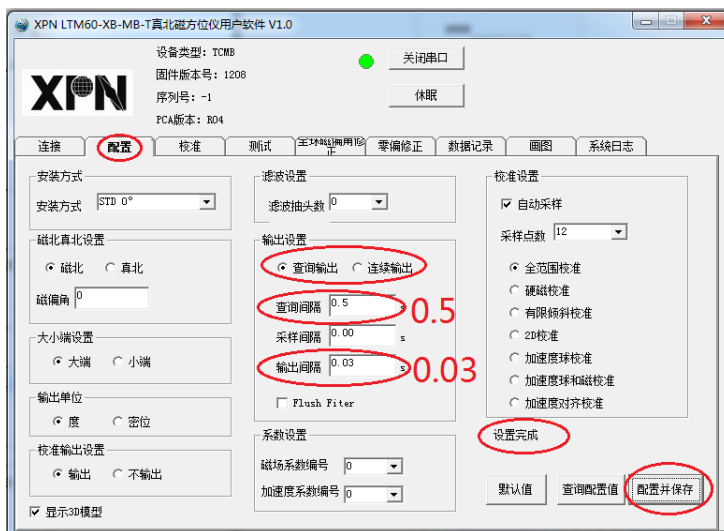

图 5-2-3
- (6) 配置输出方式并保存，按照图 5-2-3 所示配置。点击“配置并保存”，界面显示“设置完成”。